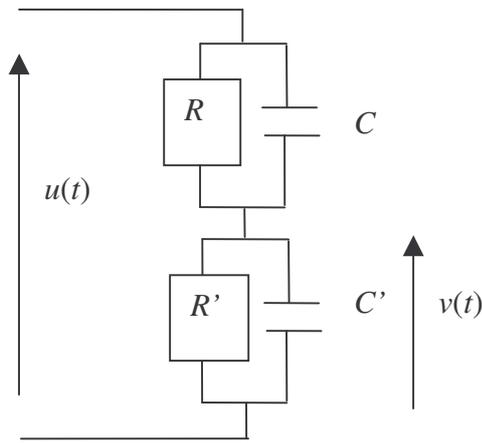

Figure 8
4.1 Ce générateur alimente (figure 8) deux dipôles associés en série et constitués chacun d'un conducteur ohmique et d'un condensateur montés en dérivation.